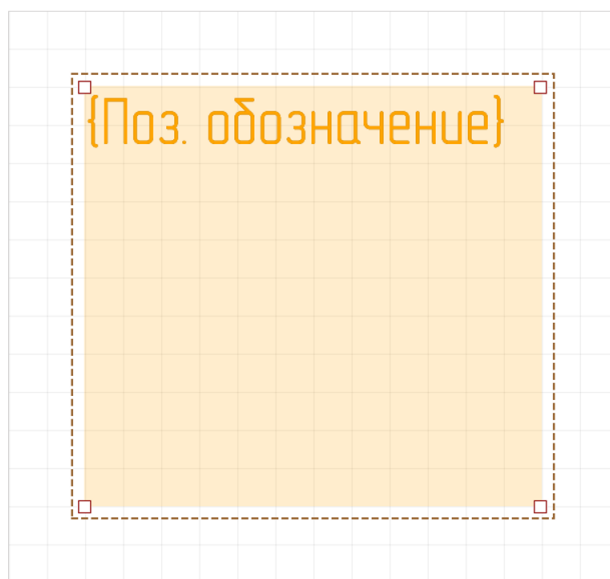

Рис. 87 Размещенная колонка текста отчетов
4. Нажмите левую кнопку мыши для фиксации зоны для размещения колонки текста отчетов или выберите пункт «Завершить» в контекстном меню, см. Рис. 87.